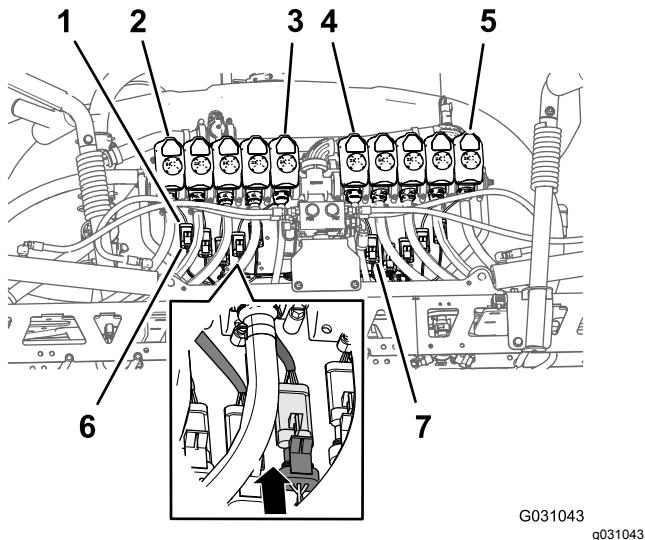

Figura 113
- Enrute los conectores hembra de 3 vías de la rama de 218,4 cm del arnés de cables etiquetados **Nozzle Valve 1** (válvula de boquilla 1) a **Nozzle Valve 5** (válvula de boquilla 5) por detrás del soporte de 10 válvulas y por debajo de las válvulas 1 a 5 (Figura 113).
- Enrute los conectores hembra de 3 vías de la rama de 218,4 cm del arnés de cables etiquetados **Nozzle Valve 6** (válvula de boquilla 6) a **Nozzle Valve 10** (válvula de boquilla 10) por detrás del soporte de 10 válvulas y por debajo de las válvulas 6 a 10 (Figura 113).
- Conecte el conector hembra de 3 vías del arnés de cables trasero, etiquetado **Nozzle 1**, al conector de 3 pines del arnés de cables de la válvula de boquilla 1 (Figura 113).
- Repita el paso 3 en las posiciones de válvula de boquilla 2 a 10 (Figura 113).